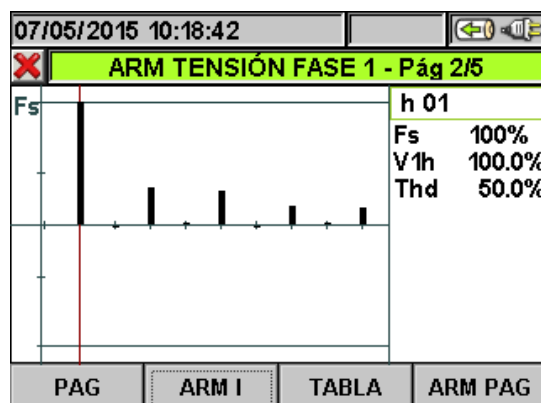
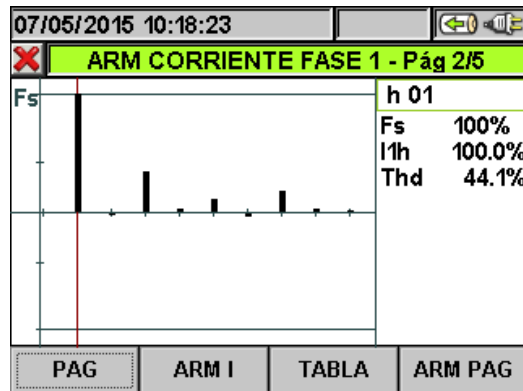

Fig. 36: Análisis armónico de tensión V1 en valor porcentual/absoluto para sistema 4-hilos
Fig. 37: Análisis armónico de corriente I1 porcentual/absoluto para sistema 4-hilos
- Los valores de los armónicos de las tensiones V1, V2, V3 y Vn y de las corrientes I1, I2, I3 y In con sus respectivos valores de la distorsión Armónica Total (THD%) ya sea bajo la forma del gráfico del histograma como bajo la forma de la tabla numérica, en valor porcentual o absoluto en función de la programación deseada que son visualizados en cuatro páginas consecutivas y cíclicamente seleccionables. En la Fig. 36 y Fig. 37